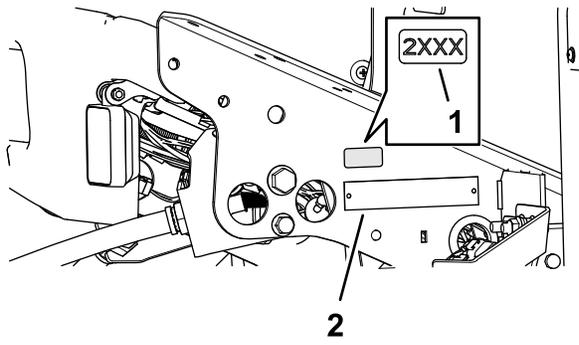

Figura 39
- Utilice alcohol y un trapo limpio para limpiar la zona del soporte del suelo junto a la placa del número de serie, y deje que el soporte se seque (Figura 39).